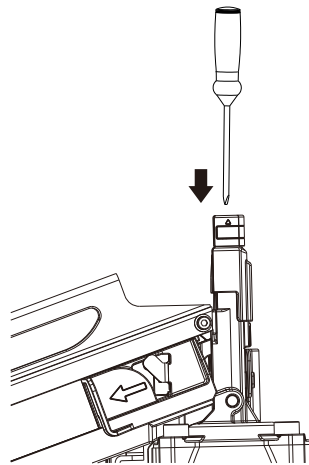

Figure 7
2. Poussez fermement le bouton No Mar, comme le montre la figure 7.